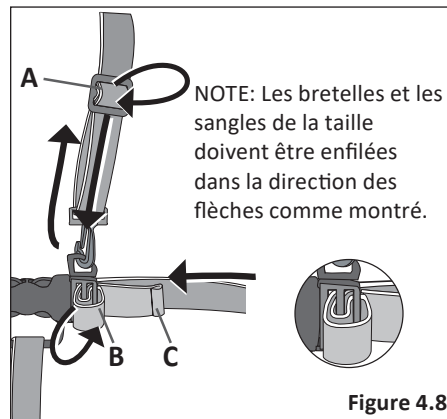

Figure 4.8
- Les ceintures doivent être enfilées exactement comme montre (Figure 4.8).
Pour serrer, desserrez la sangle à (A) et glissez la boucle vers le haut. **Figure 4.8**
Pour desserrer, desserrez la sangle à (A) et glissez la boucle vers le bas. **Figure 4.8**
Pour desserrer, desserrez la sangle à (B). **Figure 4.8**
NOTE: Si les sangles devaient sortir de la boucle, les réenfiler comme montré. **Figure 4.8**